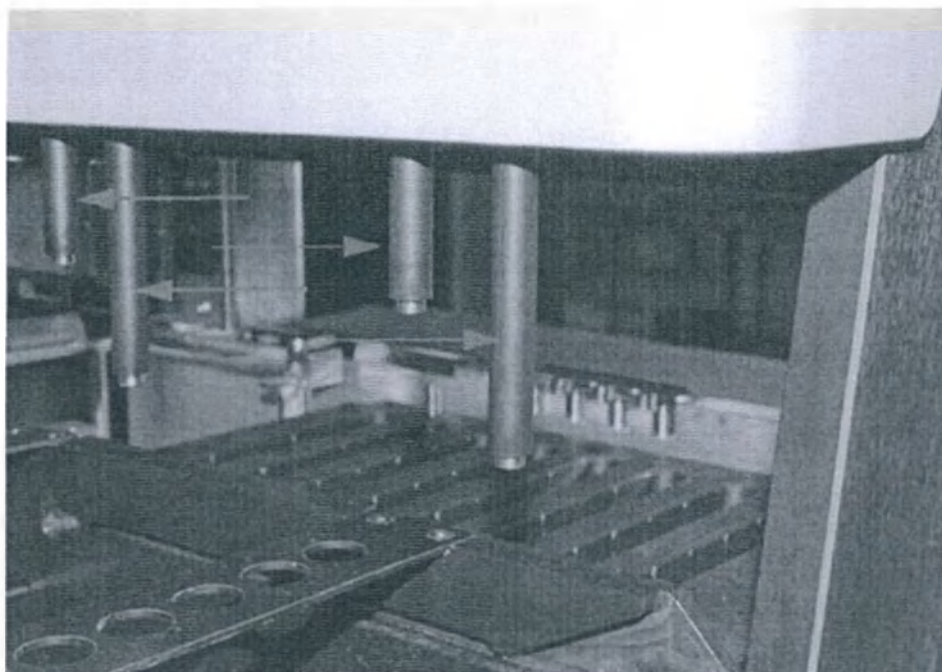

Рис. 6-10 — Рукава адаптеров для наконечников
- 3 Слегка смочите безворсовую лабораторную салфетку водой, свободной от нуклеаз, дистиллированной или деионизированной водой и протрите внешнюю часть рукава канала (черная часть, см. рис. 6-10).